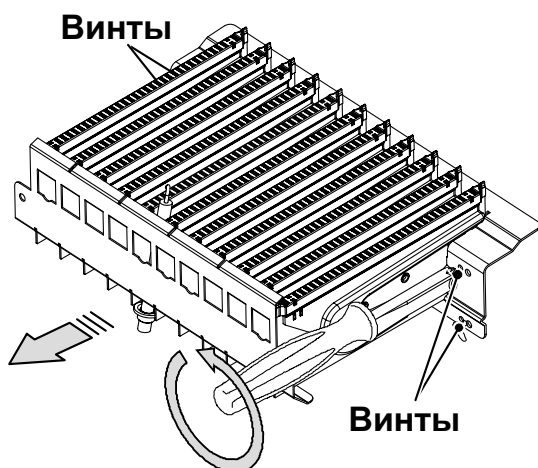

рис. 8.1
- Удалите переднюю панель камеры сгорания и горелку, как показано на рис. 8.1 .
- Установите на место горелку рис. 8.1 , переднюю панель камеры сгорания и передвижную панель герметической камеры.